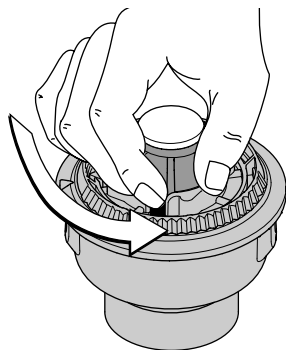

Fig. 23
Si le SpeedSpoolMD ne déroule pas le correctement, tirez fermement les extrémités du fil loin de la bobine (Fig. 23). Si cela ne suffit pas, suivez les instructions de *Nettoyage du SpeedSpoolMD*.
1. Tenez la bobine extérieure et dévissez le bouton de butée à gauche (Fig. 23).